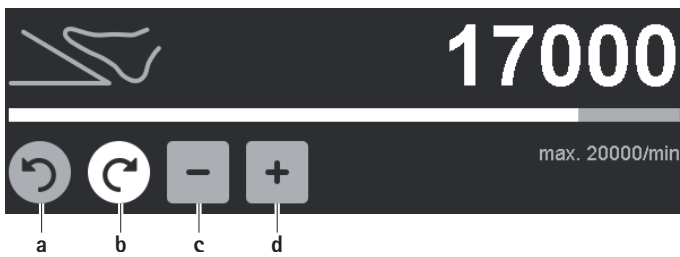

Abb. 6 Drehzahlbereichsobergrenze/Drehrichtung ändern
- ▶ Drehrichtung ändern (außer bei Bohrmaschine GA844): Inaktive, graue Drehrichtungstaste Rechtslauf/Linkslauf **a/b** betätigen, siehe Abb. 6. Die Drehrichtung wird von Rechtslauf auf Linkslauf und umgekehrt geändert.